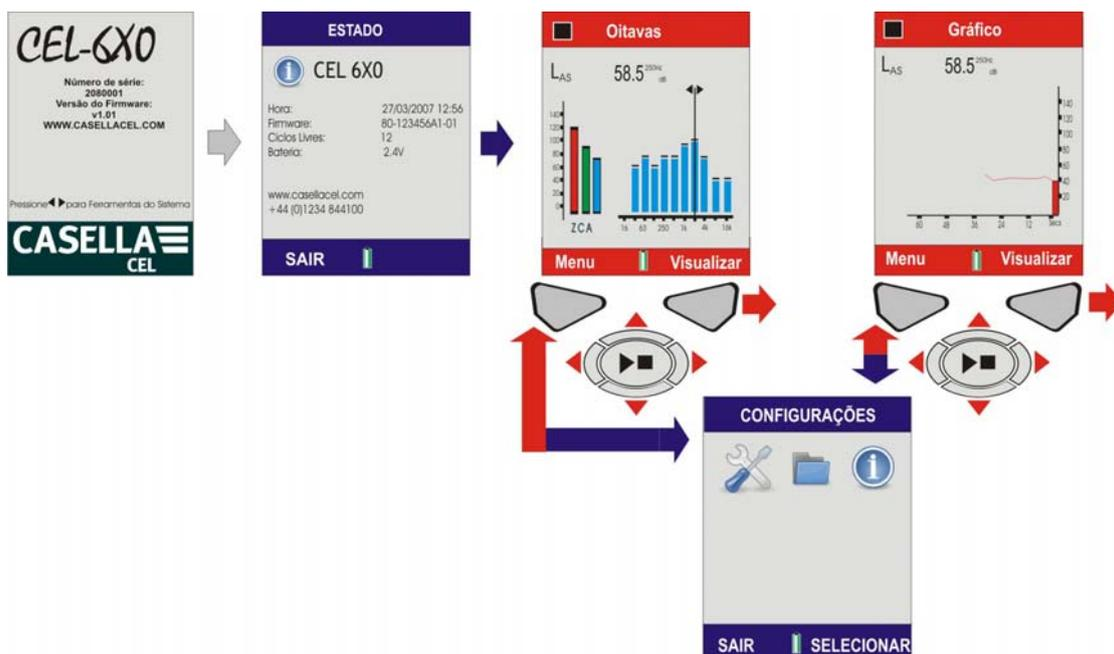

Figura 3 Ligar o CEL-6X0
A. LIGAR O INSTRUMENTO CEL-6X0 (Consultar Figura 3)